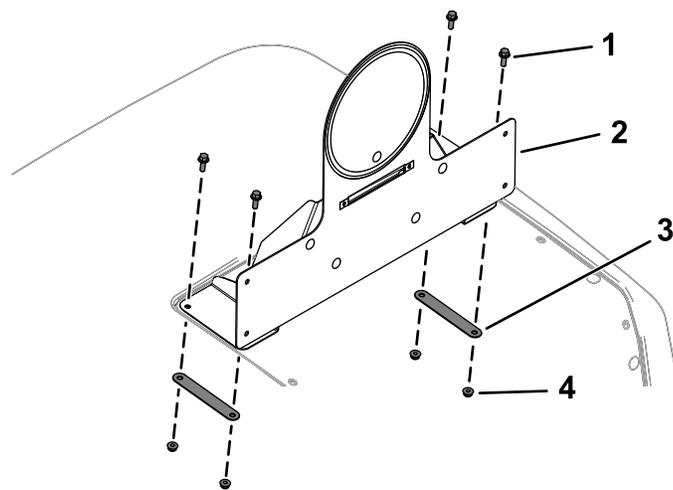

Figura 33
12. Prenda a montagem da placa de velocidade montada ao capot utilizando quatro parafusos de cabeça flangeada (¼ x ¾ pol.), duas montagens traseiras e quatro porcas de bloqueio (¼ pol.) como se mostra na Figura 33.